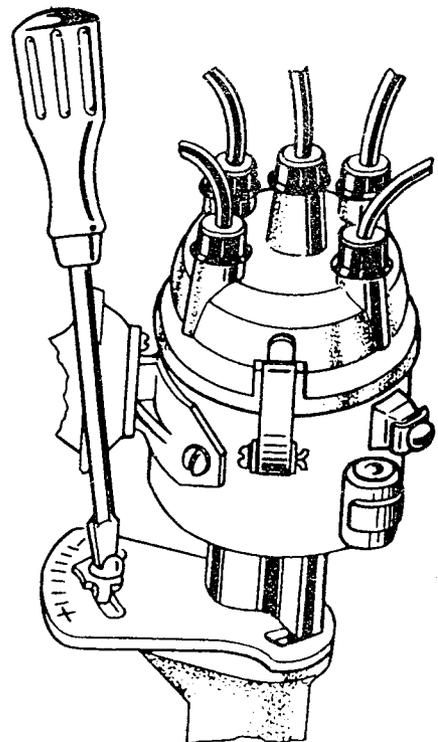

Bild 231. Zündverstellung mit dem Oktanversteller
4. Skale des Oktanverstellers in die mittlere Stellung zwischen "+" und "-" bringen (Bild 231).